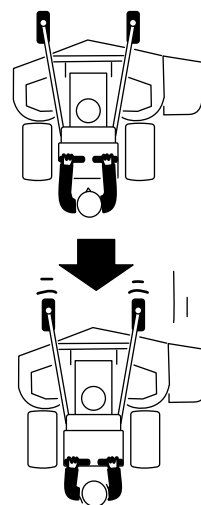

Figure 16
2. Tirez les leviers de commande de déplacement lentement en arrière (Figure 16).